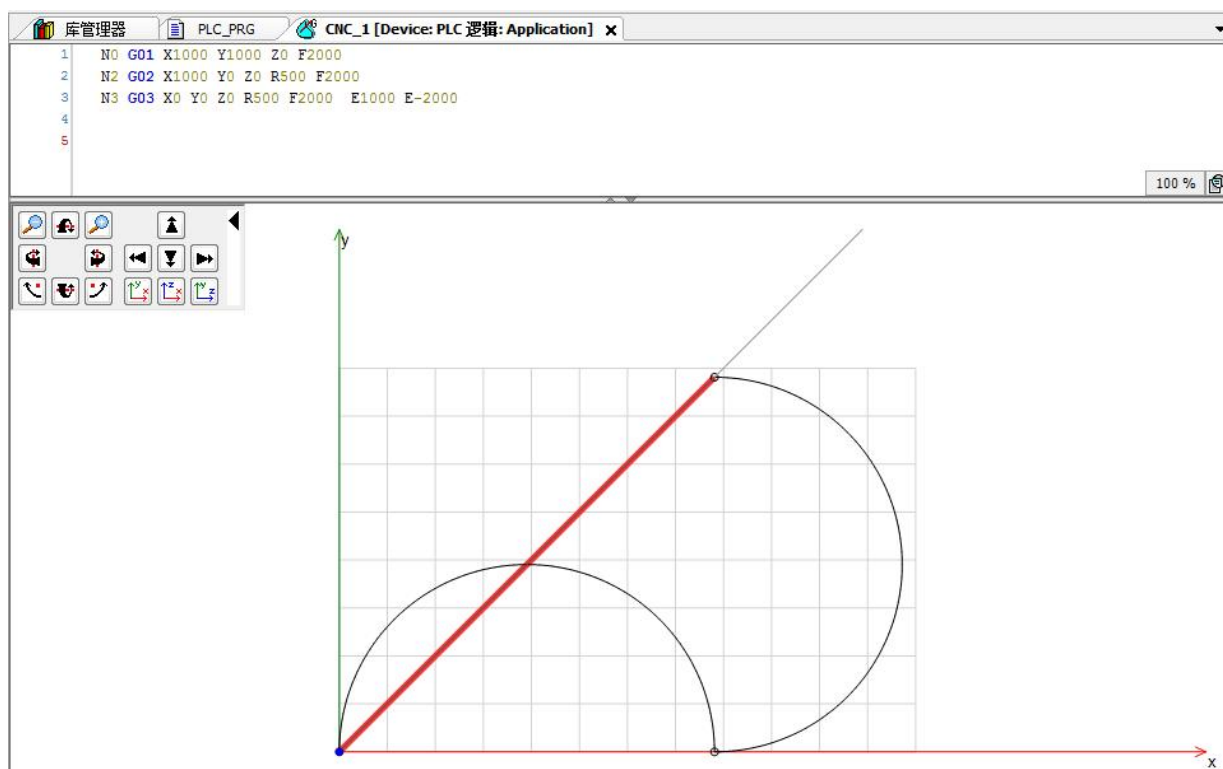

图 8.30 G 代码程序编辑
2) 在设备栏“Application”下新建 CNC 程序。方法：右击 Application-添加对象-CNC 程序，并命名为 CNC_1。“执行选项”选择默认参数，“编译模式”选择 SMC_CNC_REF，并在 G 代码程序编辑区编写 G 代码，如图 8.30 所示。